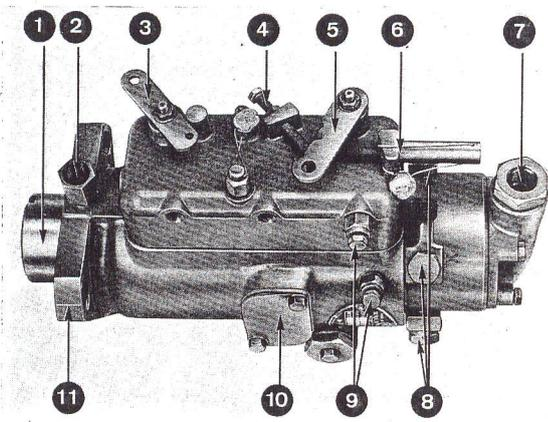
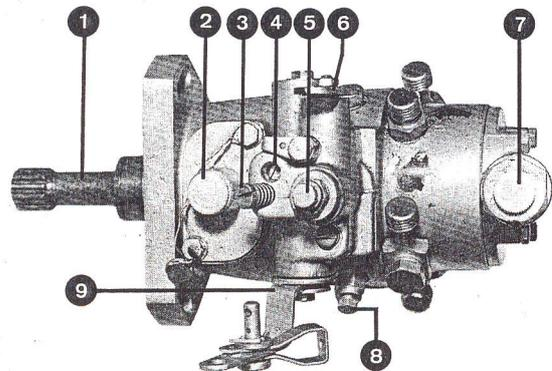

Fig. T13 —
Fig. T12 — Pompe d'injection (régulateur hydraulique)
4. Accélérer jusqu'à obtention du régime maximal, indiqué sur la plaque d'identification de la pompe. Si le régime n'atteint pas le chiffre indiqué, desserrer la vis de réglage (4, fig. T12) ou (6, fig. T13) ou (C, fig. T7) jusqu'à obtention du régime indiqué sur la pompe. Resserrer la vis de réglage si le régime est trop élevé.
Amener le moteur à la température normale de fonctionnement et tourner la vis (B, fig. T7) ou (4, fig. T13) ou (3, fig. T12) sens horloge pour augmenter le régime moteur, et sens inverse horloge pour le réduire.